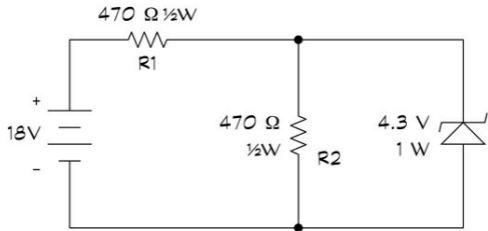

Figura 14.8 L'aggiunta di un diodo Zener regola la tensione che attraversa R_2 .
4. Ora modificate il circuito come indicato nella **Figura 14.8**, collocando un diodo Zener 4,3 V 1 W (1N4731) in parallelo su R2,